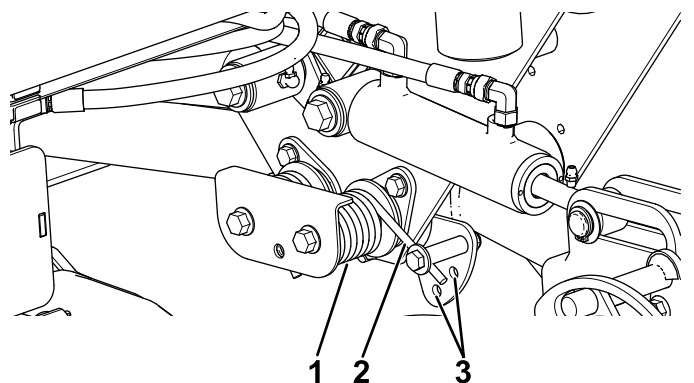

Figura 44
2. Infilate un tubo o un oggetto simile sull'estremità della molla lunga al fine di allentare la tensione della molla durante la messa a punto (Figura 44).
3. Mentre allentate la tensione della molla, togliete il bullone e il dado di bloccaggio che fissano l'attuatore della molla alla staffa (**Figura 44**).